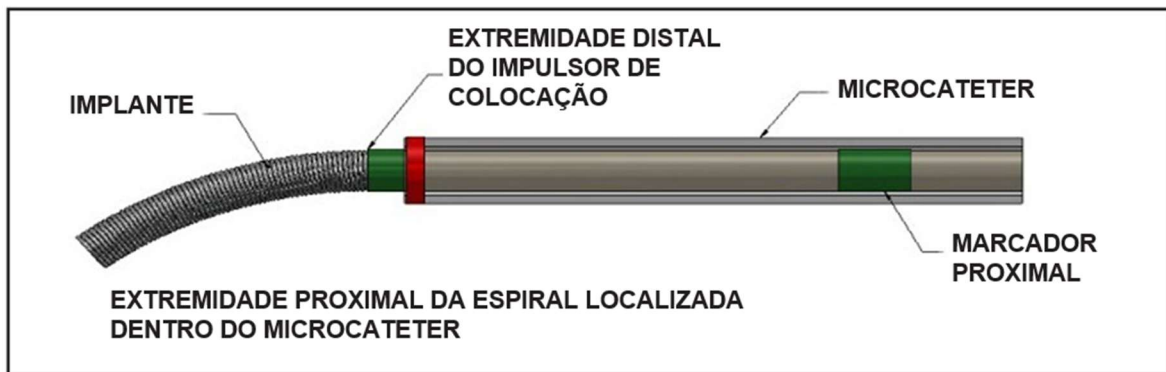

Figura 4 – Posição das fitas de marcação para separação
27. Avance a espiral para o local pretendido até o marcador radiopaco proximal no impulsor de colocação ficar alinhado ou ligeiramente distal em relação ao marcador RO da ponta distal do microcateter, posicionando a zona de separação imediatamente fora da ponta do microcateter. Consulte a Figura 4.